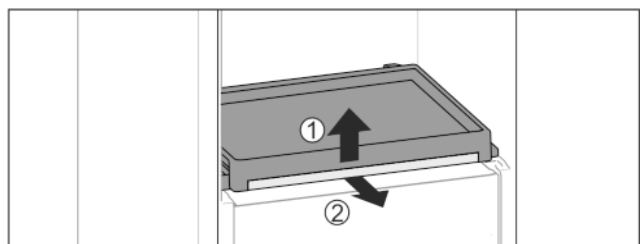

Fig. 36
- ▶ Auszugsbord mit Glasplatte entnehmen: Glasplatte vorne leicht anheben *Fig. 36 (1)* und nach vorne herausziehen *Fig. 36 (2)*.